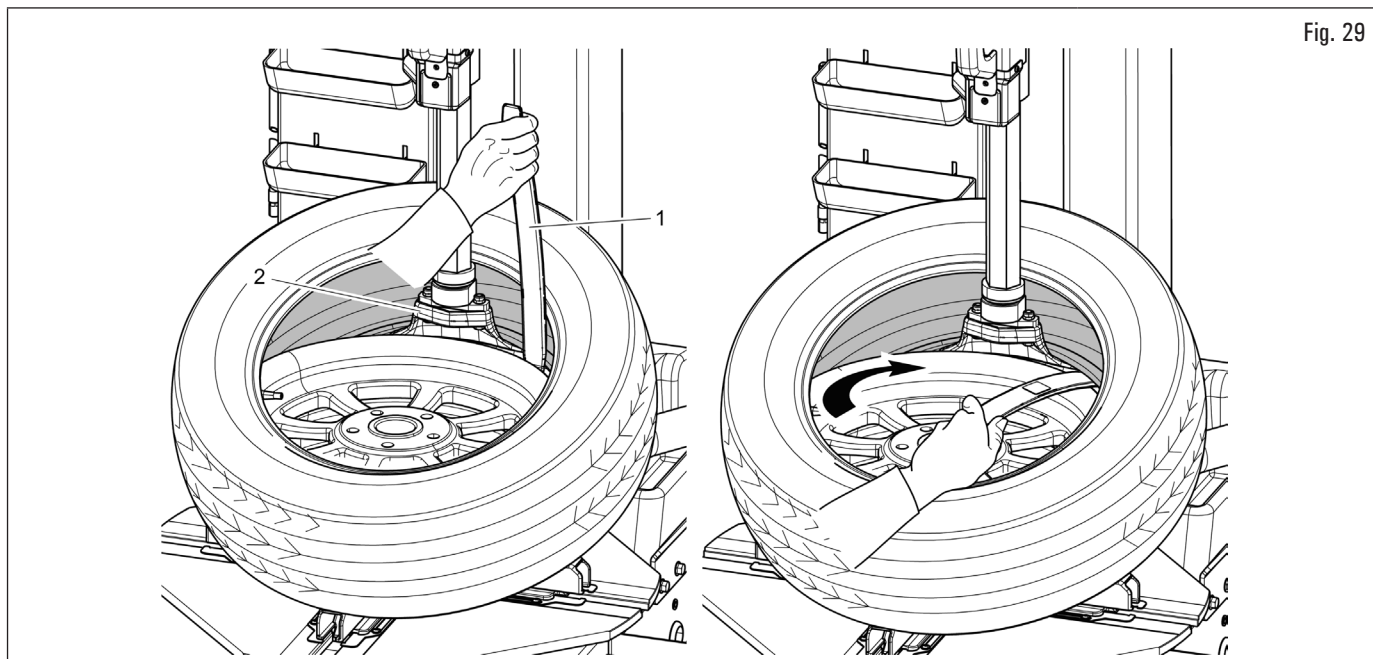

Fig. 29
7. con l'aiuto della leva (Fig. 29 rif. 1) portare il secondo tallone dello pneumatico sull'unghia della testa utensile (Fig. 29 rif. 2);
8. mantenendo la leva (Fig. 29 rif. 1) in questa posizione fare ruotare il mandrino in senso orario fino alla totale fuoriuscita dello pneumatico dal cerchione;